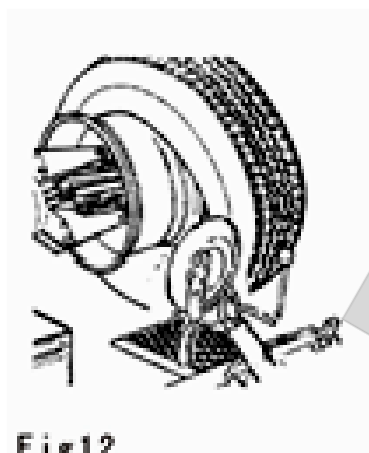

Fig 12
(8) Переведите рукоятку инструментальной консоли к внутренней части шины, установите диск рядом с бортом, вращайте колесо против часовой стрелки, чтобы полностью снять внутренний борт шины с колеса (рис. 12).